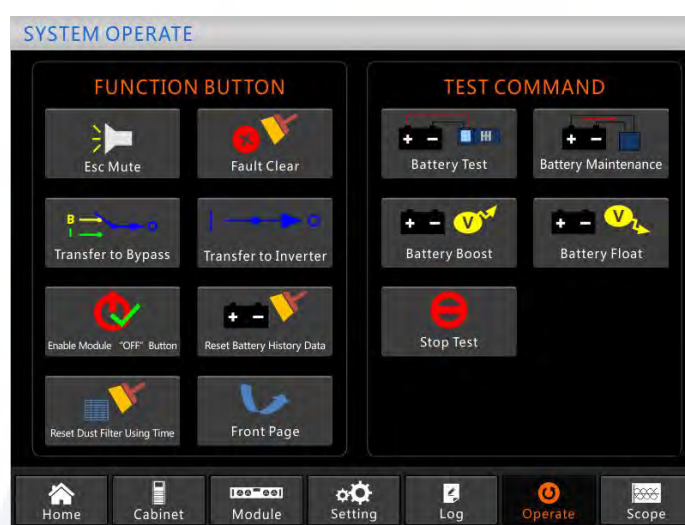

Figura 4-3 Mantenimiento de la batería
1) Prueba de descarga manual. Ingrese al menú "Operar", como se muestra en la Figura 4-3 y toque el ícono "Mantenimiento de la batería" , el sistema pasa al modo de batería para descargar. El sistema dejará de descargarse cuando las baterías tengan el 20% de su capacidad o estén en bajo voltaje. Los usuarios pueden detener la descarga tocando el ícono "Detener prueba"